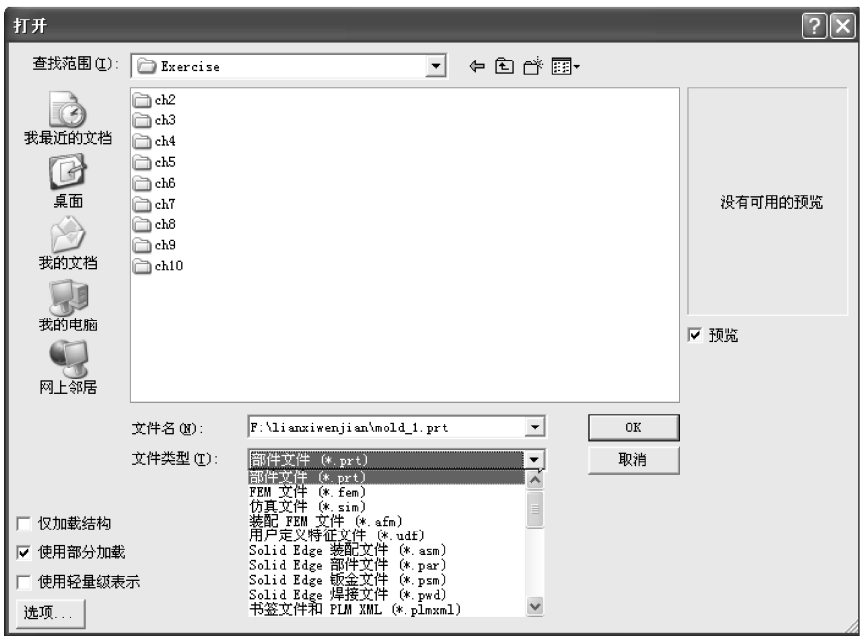

图 2-1 【打开】对话框
- (1) 直接打开。在标准工具条上单击【打开】按钮，弹出如图 2-1 所示的【打开】